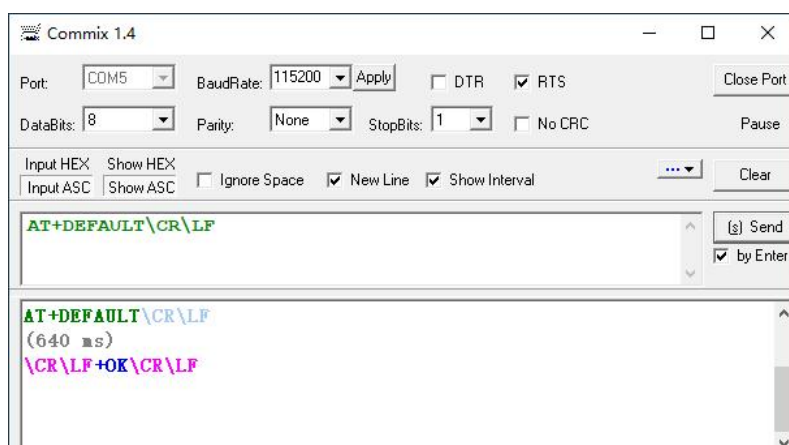

图 5-2 通过 AT 指令恢复出厂设置界面
- (1) 进入 AT 指令配置模式，具体方法参考4.2;
- (2) 在串口调试工具中输入“恢复出厂设置”的 AT 指令，如图 5-2 所示;
(3) 如图 5-2 所示，收到“+OK”表明模块设置恢复出厂设置完成。设备将自动退出 AT指令模式，并重新启动设备。